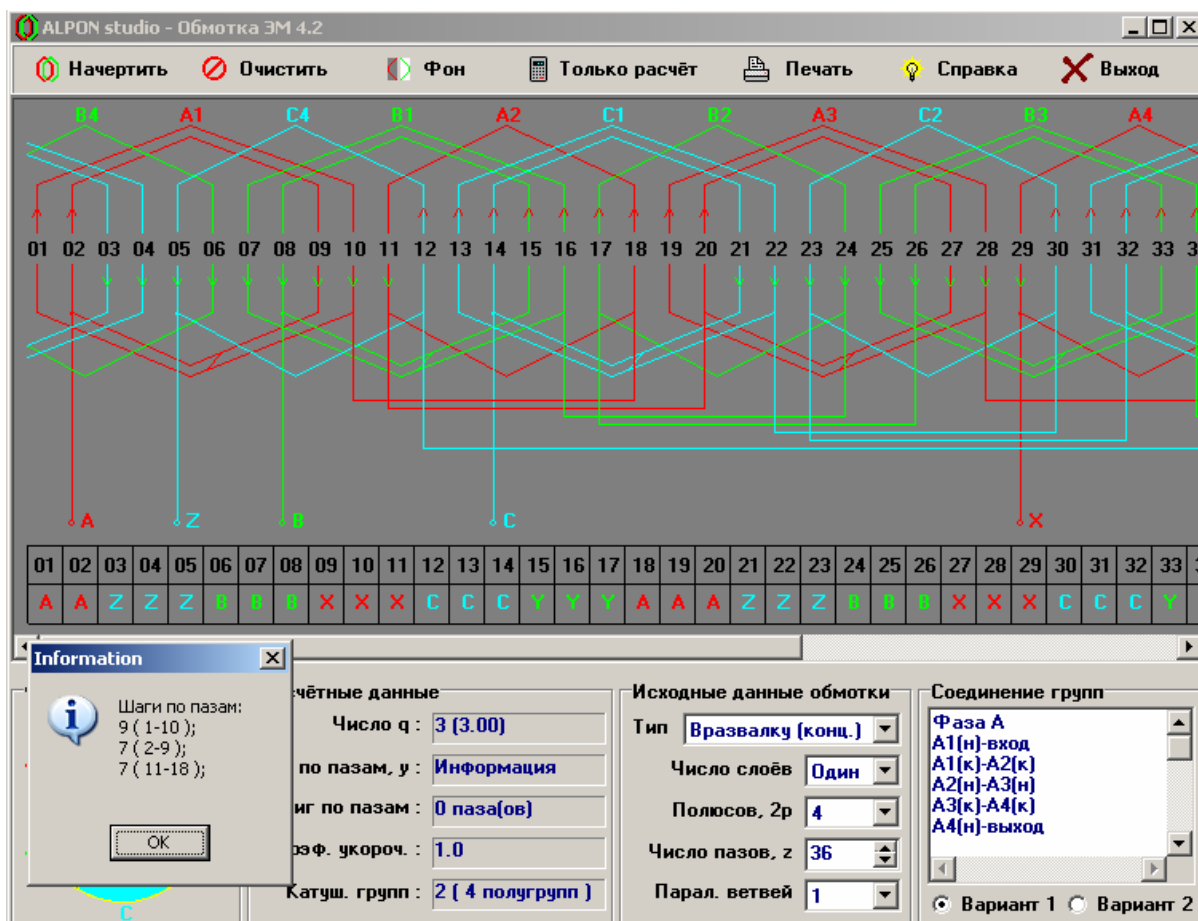

Рисунок 4. Главное окно (обмотка однослойная “вразвалку”).
- Обмотка "вразвалку", однослойная,  $2p = 4$ ,  $z = 36$ ,  $a = 1$  (рис. 4).